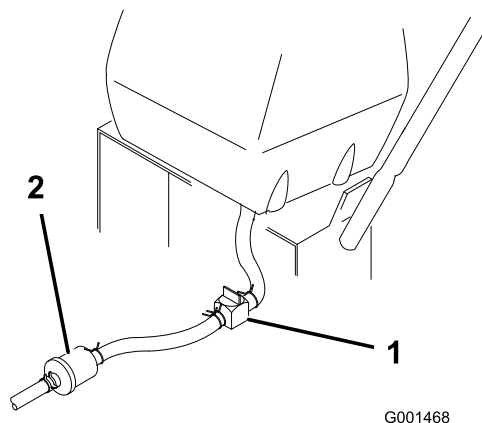

Figure 34
4. Fermez le robinet d'arrivée de carburant sur le réservoir de carburant (Figure 34).
5. Pincez les extrémités du collier de fixation et poussez le collier en haut de la conduite d'alimentation, à l'opposé du filtre à carburant (Figure 34).
6. Débranchez la conduite d'alimentation du filtre à carburant (Figure 34).
3. Fermez le robinet d'arrivée de carburant sur le réservoir de carburant (Figure 34).
5. Ouvrez le robinet d'arrivée de carburant (Figure 34).